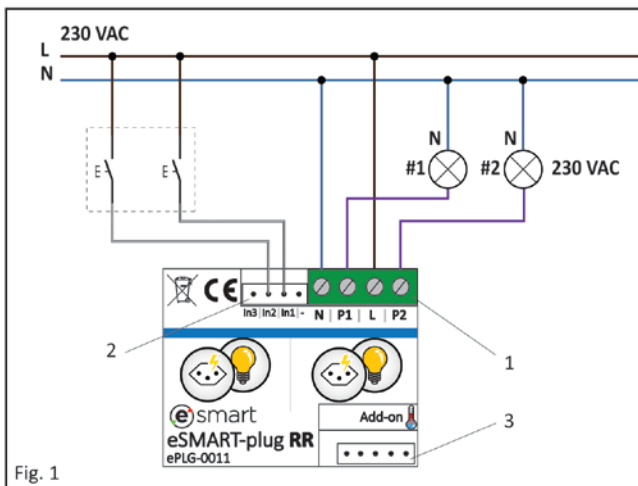

Fig. 1
L'eSMART-plug est composé de 4 bornes à visser (1, Fig.1), 1 connecteur d'entrée (2, Fig.1) et 1 connecteur d'extension (3, Fig.1). L'eSMART-plug se raccorde sur le réseau électrique 230 V AC/50Hz.
- Raccordez l'alimentation 230 V AC (1, Fig.1) sur les bornes P et N. Respectivement, la Phase sur la borne P et le Neutre sur la borne N, comme indiqué sur le schéma.
- Raccordez les charges #1 et/ou #2 (1, Fig.1) sur les bornes P1 et P2. Respectivement, la charge #1 sur la borne P1 et/ou la charge #2 sur la borne P2, comme indiqué sur le schéma.
- Raccordez chaque entrée du eSMART-plug avec le connecteur à deux fils (2, Fig.1) sur un interrupteur/poussoir [voir "Données Techniques"]. Respectivement, le fil in1 active le canal 1 et le fil in2 active le canal 2 de l'eSMART-plug.
- Le cas échéant, connecter la sonde de température (3, Fig.1) sur le connecteur prévu à cet effet.
Das eSMART-plug hat 4 Schraubklemmen (1, Abb. 1), 1 Eingangsanschluss (2, Abb. 1) und 1 Erweiterungsanschluss (3, Abb. 1). Das eSMART-plug wird an das Stromnetz 230 V AC/50 Hz angeschlossen.
- Schließen Sie die Stromversorgung 230 V AC (1, Abb. 1) an die P- und N-Klemmen an, nämlich Phase an Klemme P und Neutral an Klemme N, wie in der Abbildung dargestellt.
- Schließen Sie die Lasten # 1 und / oder # 2 (1, Abb. 1) an die Klemmen P1 und P2 an. D.h., Last # 1 an Klemme P1 und / oder Last # 2 an Klemme P2, wie in der Abbildung dargestellt.
- Schließen Sie jeden Eingang des eSMART-plug über einen Schalter/Taster an den zweipoligen Anschluss an (2, Abb. 1) [siehe "Technische Daten"]. D.h., die Litze in in1 aktiviert Kanal 1 und die in in2 Kanal 2 des eSMART-plug.
- Schließen Sie gegebenenfalls den Temperatursensor (3, Abb. 1) an den hierfür vorgesehenen Anschluss an.
The eSMART-plug has 4 screw terminals (1, Fig. 1), 1 input connector (2, Fig. 1), and 1 expansion connector (3, Fig. 1). The eSMART-plug is to be connected to the 230 V AC/50 Hz mains.
- Connect the power supply 230 V AC (1, Fig. 1) to the P and N terminals, namely Phase to terminal P and Neutral to terminal N, as shown in the illustration.
- Connect loads # 1 and / or # 2 (1, Fig. 1) to the P1 and P2 terminals. I.e., load # 1 to terminal P1 and / or load # 2 to terminal P2, as shown in the diagram.
- Connect each input port of the eSMART-plug with the two-wire connector (2, Fig. 1) via a switch/push button [see "Technical Data"]. I.e., the wire in 1 activates channel 1, and the wire in2 activates channel 2 of the eSMART-plug.
- If appropriate, connect the temperature sensor (3, Fig. 1) to the connector provided for that purpose.